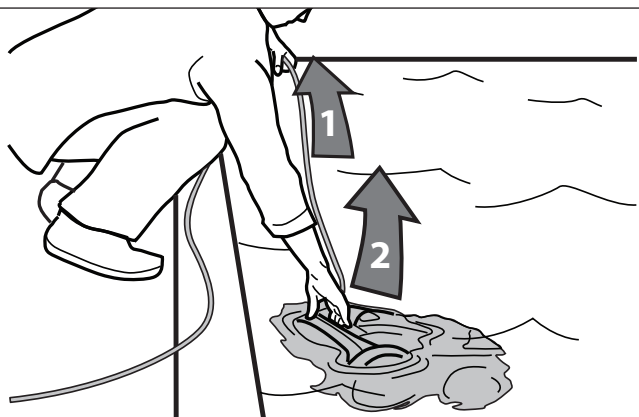

Figure 18. Sortir le robot de la piscine
- Ne jamais soulever le robot 9300 Sport hors de la piscine en tirant par le câble flottant. Utiliser toujours la poignée pour l'enlever de la piscine. Se référer aux Figures 18 et 19.